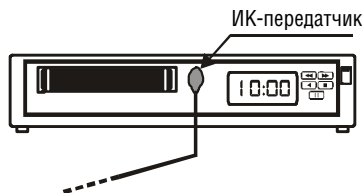

Рис. 2. Подсоединение ИК-передатчика
1. Подсоедините к выходному разъему OUT типа 3,5-мм мини-гнездо (с 1-го по 4-й) к следующим ИК-приемникам (можно подсоединить до четырех ИК-приемников) с помощью кабеля ИК-передатчика (см. рис. 2).